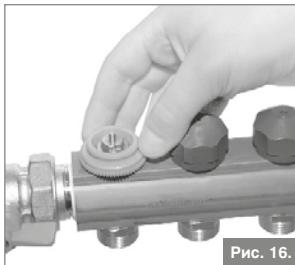

Рис. 16.
3. Прикрутить к вентилю адаптер сервомотора M28x1,5 - красный цвет (рис. 16).